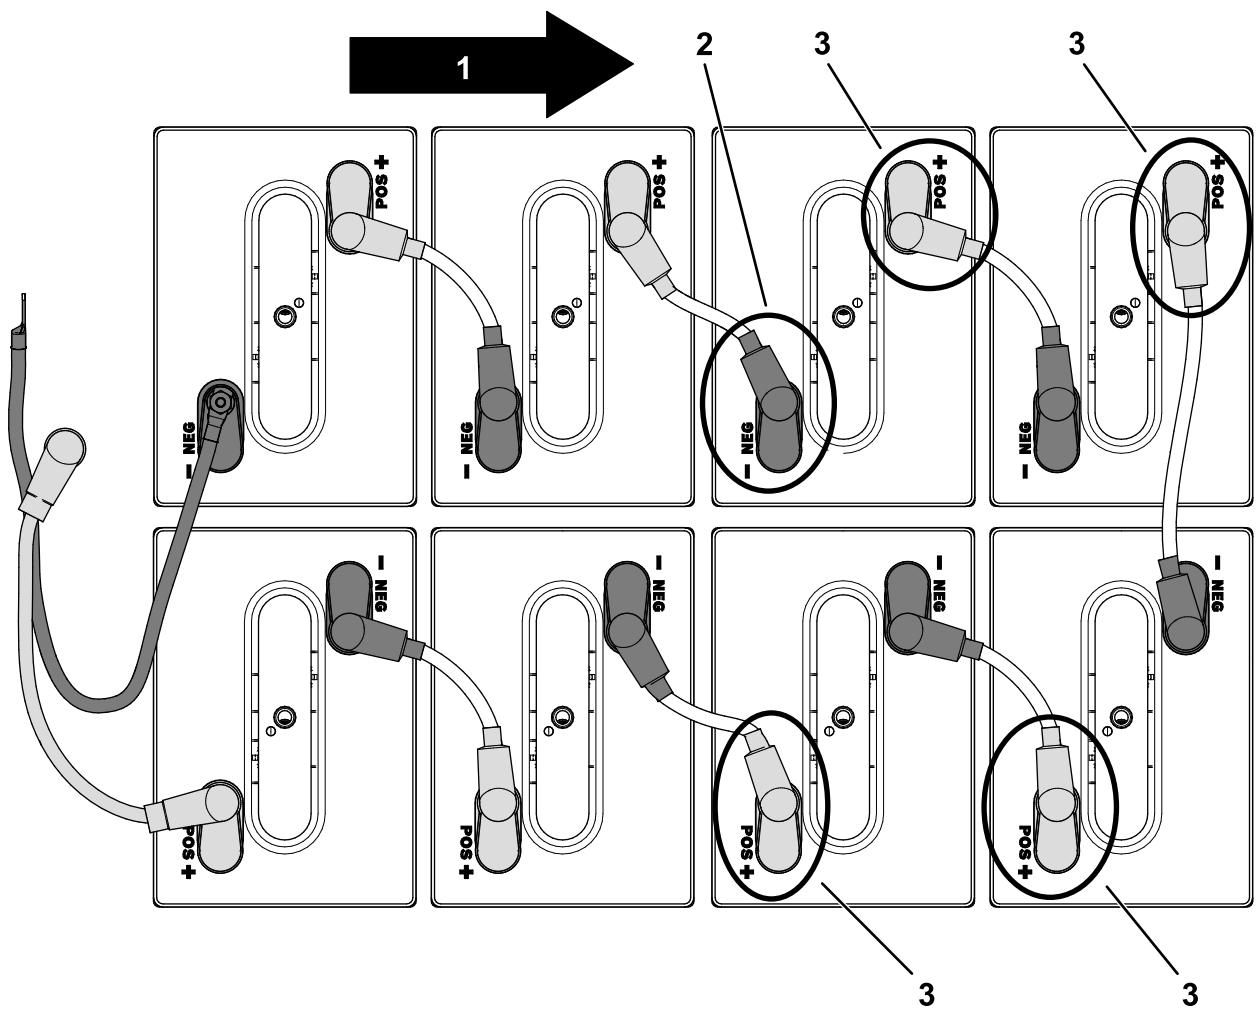

図 58
- 3. 前バッテリートレイのバッテリー4本からプラス端子を外す図 58。
- 4. 図 58 のようにマイナス端子を外す。
- 5. 前側のバッテリー4本を取り外す図 58。